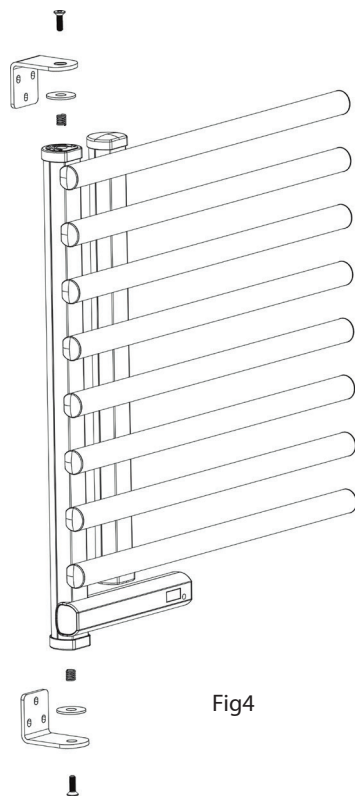

Fig4
4. Placez le ressort sur le produit comme indiqué sur la figure, puis fixez-le avec une vis de 6x35 mm. Répétez la même opération sur les parties supérieure et inférieure. Voir Fig. 4.